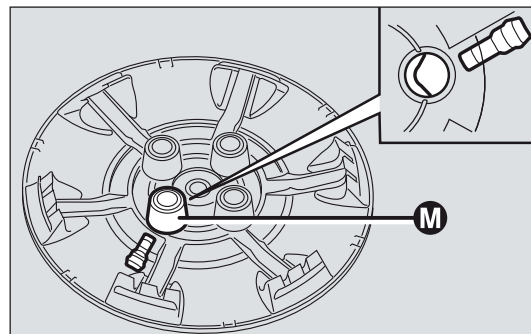

fig. 129
- ☐ monte el tapacubos, haciendo coincidir el símbolo  con la válvula de inflado y el tornillo fijado anteriormente con el orificio M-fig. 129;